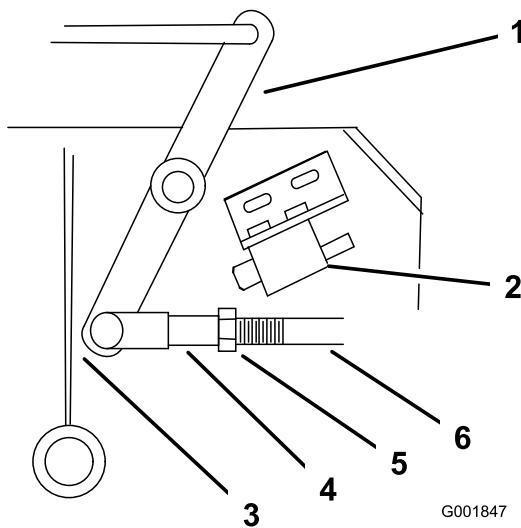

Bild 49
4. Stellen Sie die Länge des Gestänges so ein, dass das untere Ende des Umlenkhebels die Achsenstützverstärkung gerade nicht berührt (Bild 49).
9. Lösen Sie die Mutter am Bügel (Bild 49).